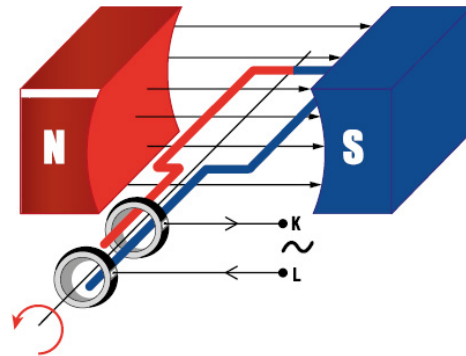

Imagen 3. Fuerza electromotriz inducida.
Como hemos visto en la Ilustración 3, con una espira girando en el seno de un campo magnético podemos obtener una corriente continua. Pero para obtener un generador de corriente continua con mayor eficiencia y potencia, se colocan varias espiras (N) desfasadas 180° en un núcleo de hierro para facilitar el flujo magnético.